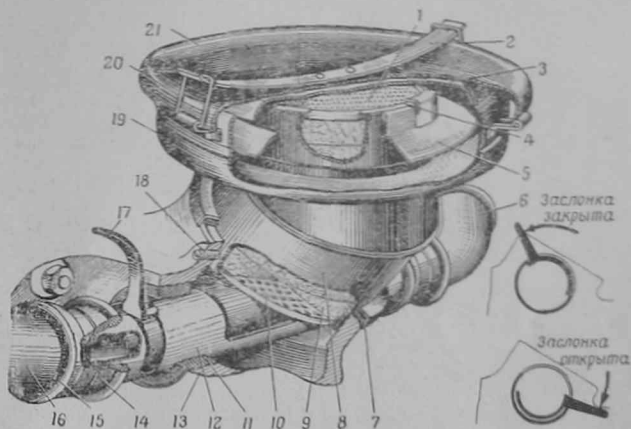

Рис. 17. Воздухоочиститель и воздухопроводы:
Воздухоочиститель и воздухопроводы предназначены для очистки воздуха от пыли и подвода его к карбюраторам. Воздухоочиститель устанавливается на горловине впускной камеры, выполненной в картере коробки передач, и закрепляется двумя стопорными винтами 18 (рис. 17). Между картером коробки передач и корпусом воздухо-
Воздухопровод состоит из воздушной заслонки, воздухопровода 16 (рис. 17) левого цилиндра, воздухопровода 6 правого цилиндра,
- снять крышку 21 (рис. 17) воздухоочистителя;